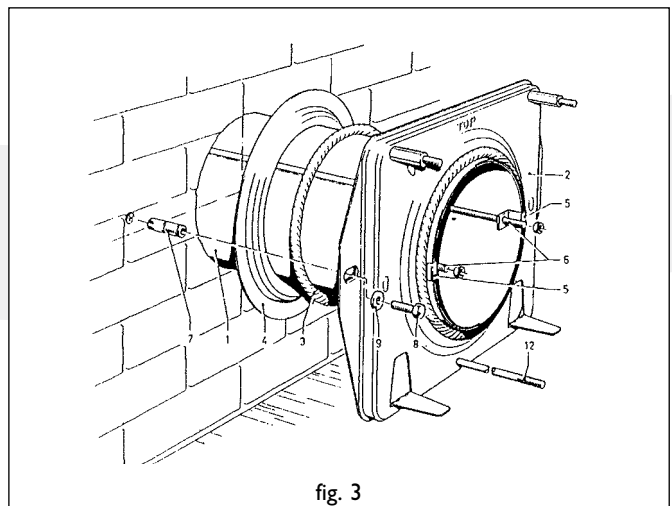

fig. 3
**Installazione del condotto standard attraverso il muro (fig. 3)**
**Installazione del condotto attraverso il muro esterno con tubo telescopico d'immissione (fig. 3)**